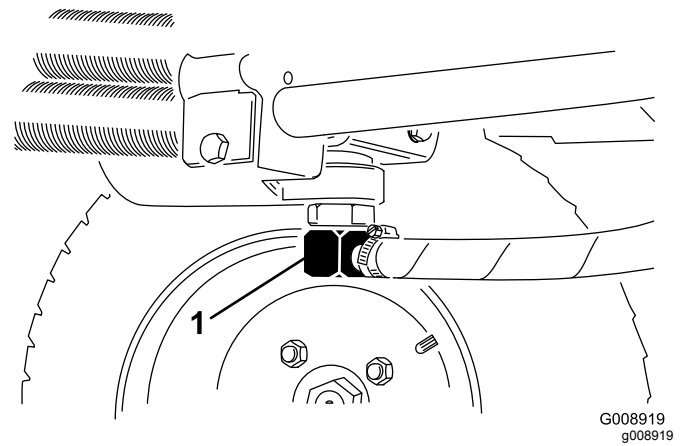
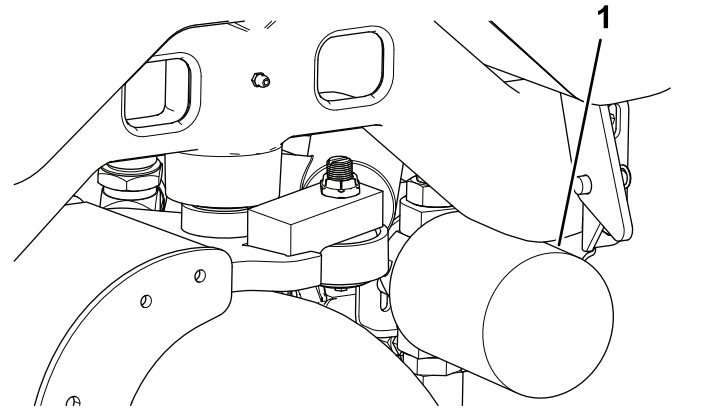

Figura 73
Figura 74
2. Desconecte el tubo hidráulico (Figura 73) o retire el filtro hidráulico (Figura 74) y deje fluir el aceite hidráulico en un recipiente apropiado.
4. Coloque un recipiente debajo del filtro (Figura 74) y retire el filtro.